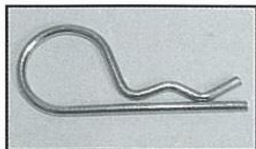

図1(B)
3. コッターピン(B)のストレート側を前記穴に通す(図1~図3)